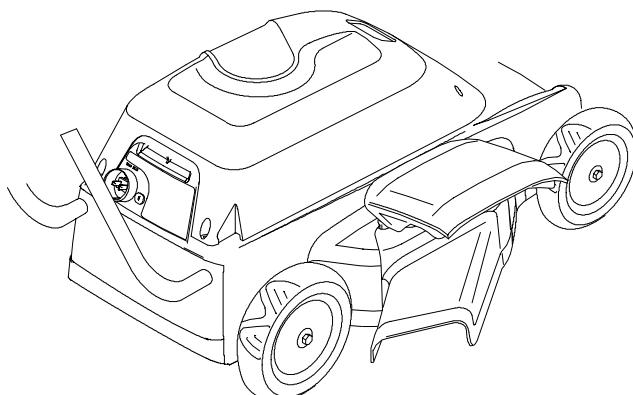

Figure 21
3. Rabattre la porte de paillage sur l'éjecteur latéral (Fig. 21).